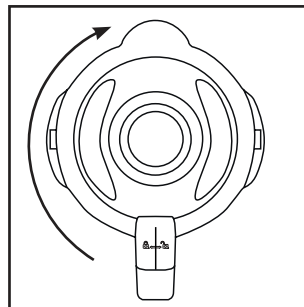

Abb.2
- 4) Drücken Sie den Deckel **2** versetzt wieder fest auf den Mixaufsatz **3** auf. Schließen Sie den Deckel **2**, indem Sie ihn im Uhrzeigersinn in die Position ⬆ drehen, bis er hörbar einrastet (siehe Abb. 2). Achten Sie darauf, dass die Ausgießnase am Mixaufsatz **3** verschlossen ist. Nur wenn der Deckel **2** bündig aufgesetzt ist, kann der Motor starten.